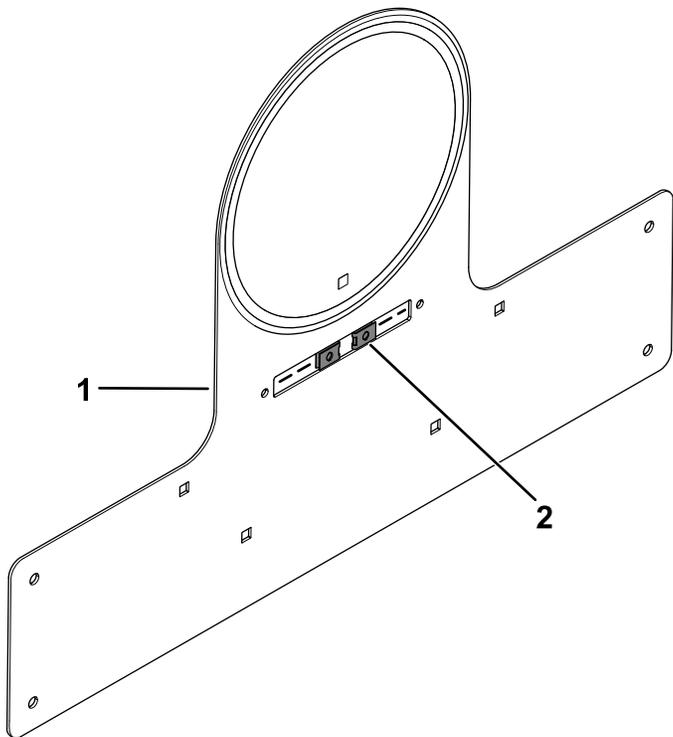

**Bild 25**
5. Bringen Sie das entsprechende Geschwindigkeitsaufkleber auf der Halterung der Geschwindigkeitsplatte an (**Bild 25**).